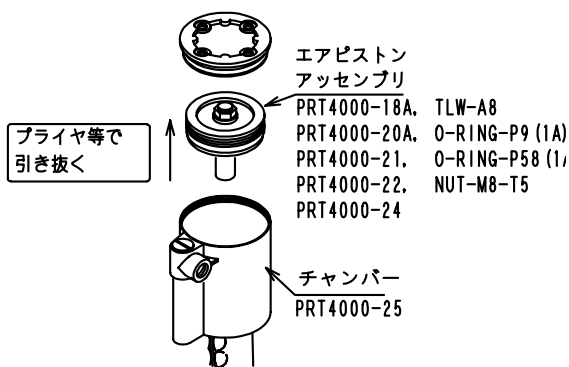

図7-4
- (3) チャンパーを上にして垂直に立て、チャンパー内のエアーストロンアッセンブリーをプライヤ等で引き抜いてください。（図7-4）